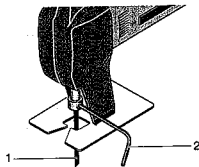

Fig. 2
1. Klemmschraube mit Hilfe des beiliegenden Innensechskantschlüssels 2 (Fig. 2) lösen.
1. Loosen clamp screw using the internal hex tool provided (Allen) 2 (Fig. 2).